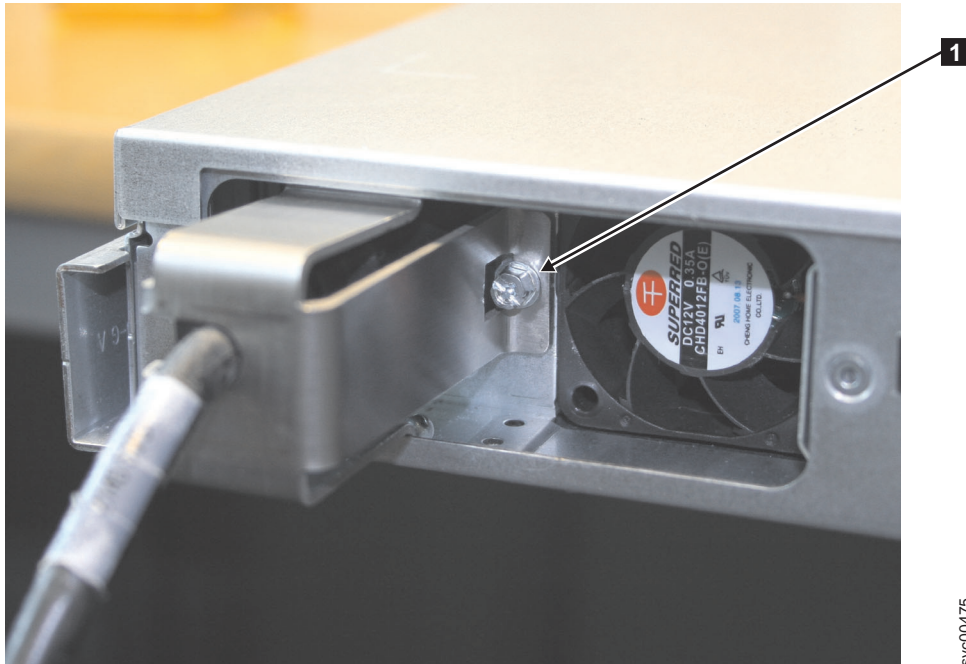

図 19. ケーブル保持ブラケットを取り付けた状態の SAN ボリューム・コントローラー 2145-8A4
1. ノードの電源をオフにした状態で、42 ページの図 19 に示すように、留めねじ **1** を外す方向に半回転させます。ただし、完全に緩めたり、取り外したりしないでください。